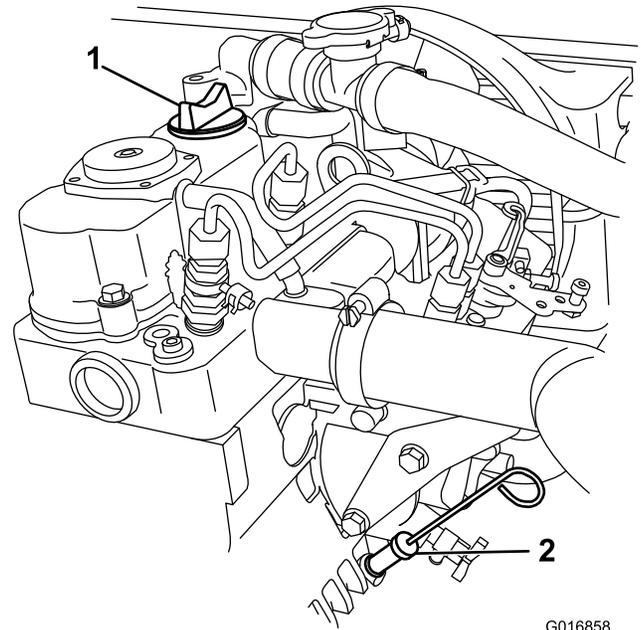

Figura 9
2. Limpie alrededor de la varilla de nivel de aceite (Figura 9) de forma que la suciedad no penetre por el orificio de llenado y cause daños en el motor.